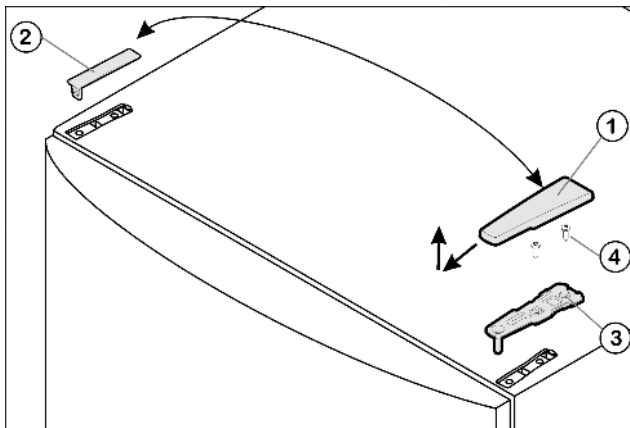

Fig. 4
- ▶ Потяните крышку Fig. 4 (1) вперед и вверх.
- ▶ Снимите крышку Fig. 4 (2).
- ▶ Открутите верхний опорный кронштейн Fig. 4 (3)(2 шт. Torx® 25) Fig. 4 (4) и вытяните вверх.
- ▶ Установите верхний опорный кронштейн *Fig. 4 (3)* на новой стороне шарнира и защелкните в дверце.
- ▶ Привинтите верхний опорный кронштейн (**с моментом 4 Нм**) (2 шт. Torx® 25) *Fig. 4 (4)*. При необходимости сделайте отверстия или используйте аккумуляторную отвертку.
- ▶ Наденьте и защелкните крышку *Fig. 4 (1)* и крышку *Fig. 4 (2)* на противоположной стороне снаружи.